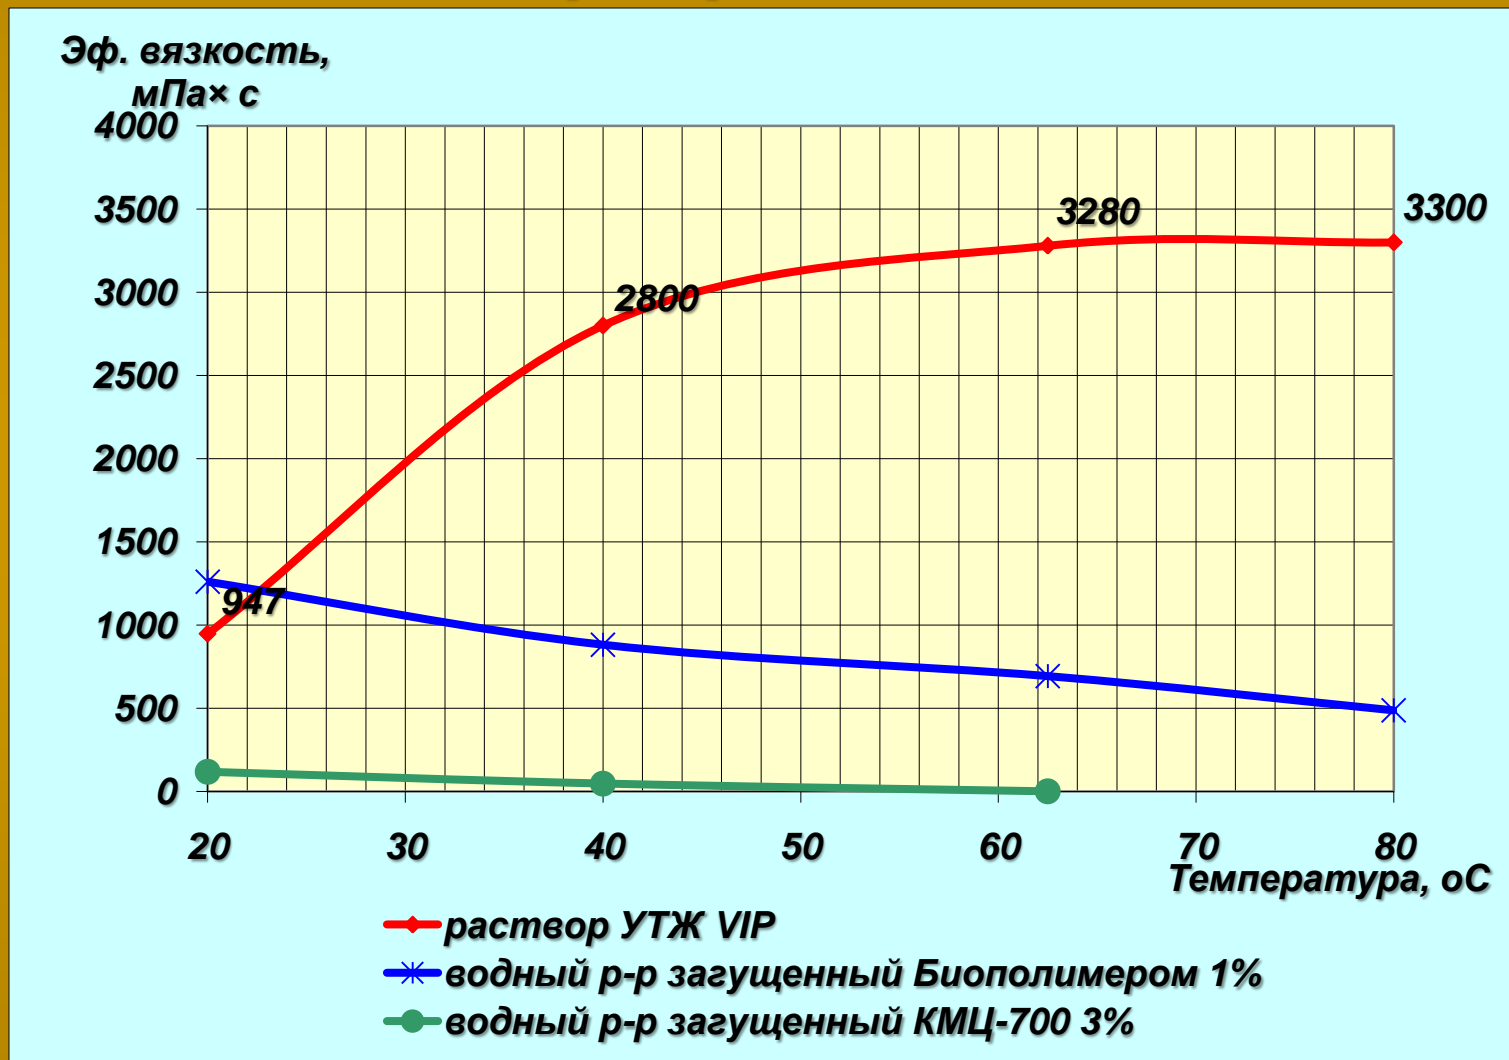

Рис. 1
**На рис. 1 приведен график, на котором показано изменение эффективной вязкости растворов в зависимости от температуры.**